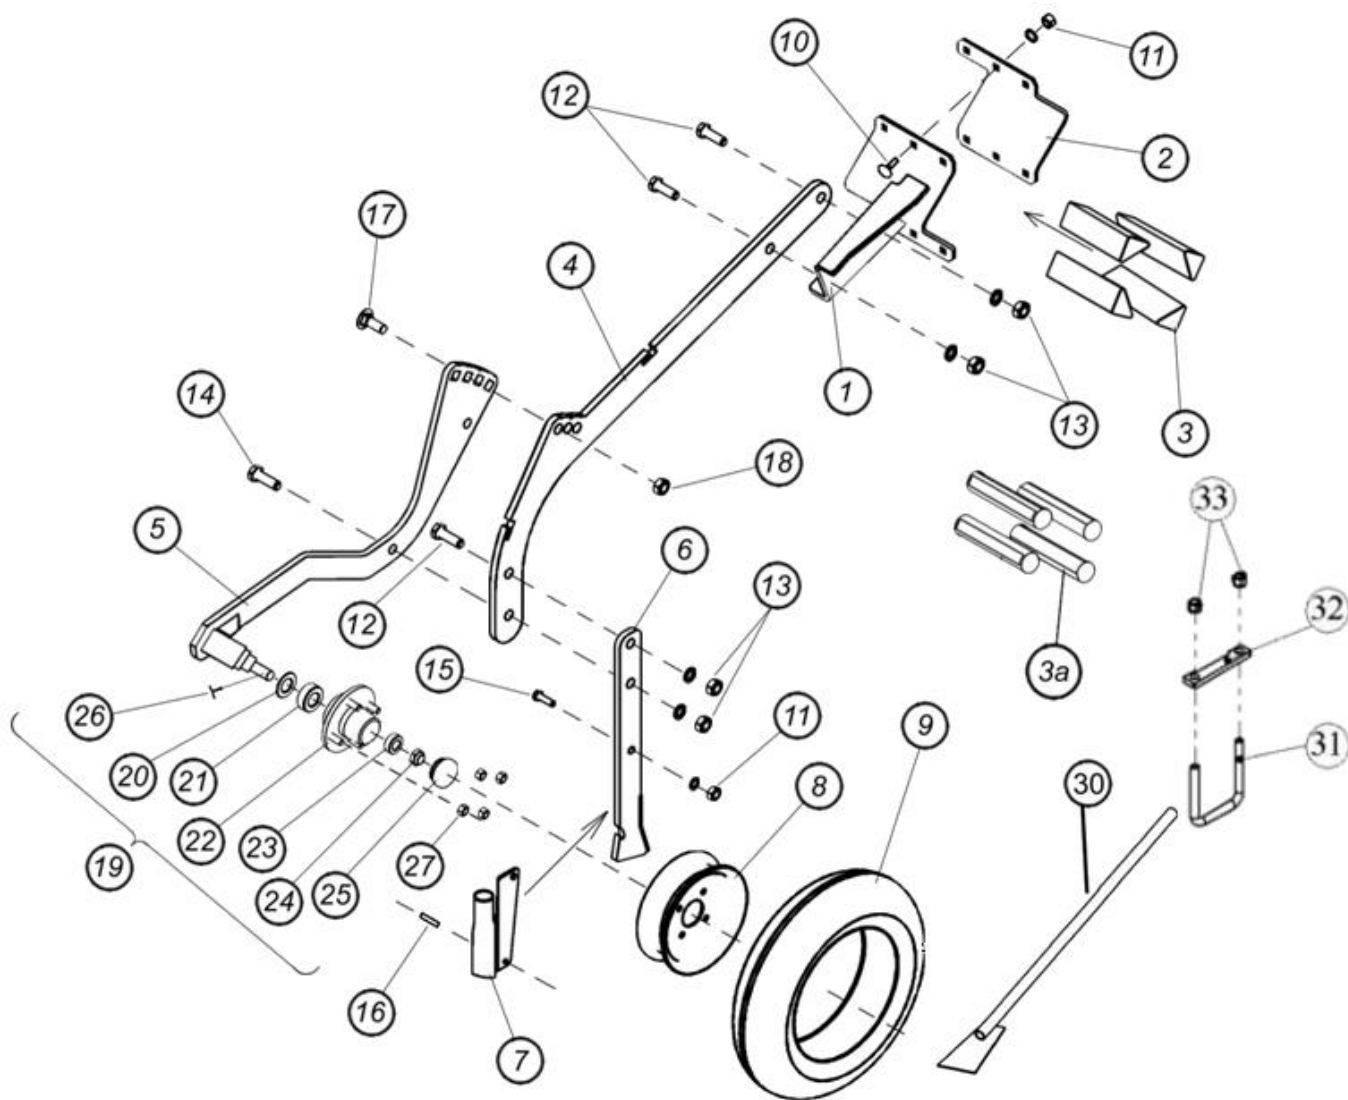

Рис.7.1.7. Рабочий орган
7.1.7. Рабочий орган (рис.7.1.7)